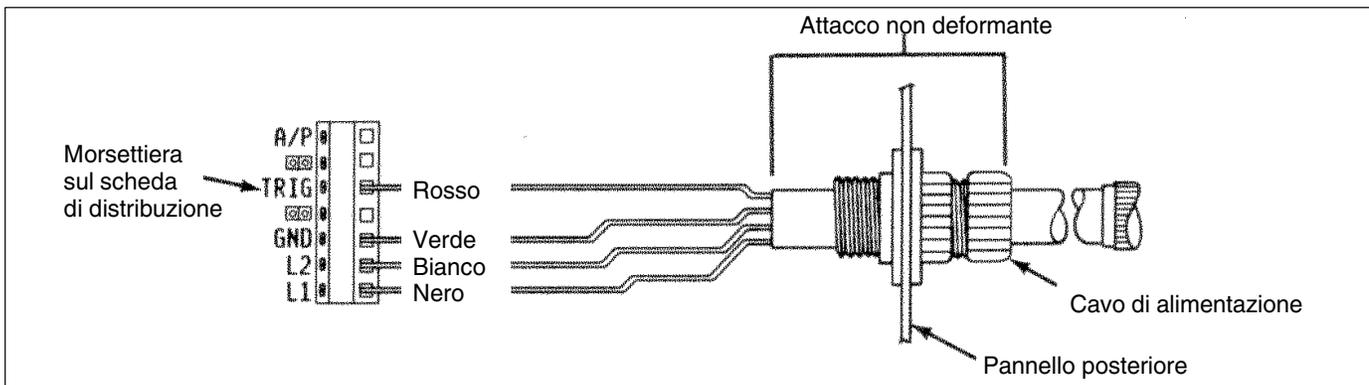

Fig. 3-3 Cablaggio dei sistemi di alimentazione
3. Tirare le estremità dei cavi di alimentazione forniti con i sistemi di alimentazione facendole passare attraverso gli attacchi non deformanti, e collegare i cavi alle morsettiere, come illustrato nella Fig. 3-3.